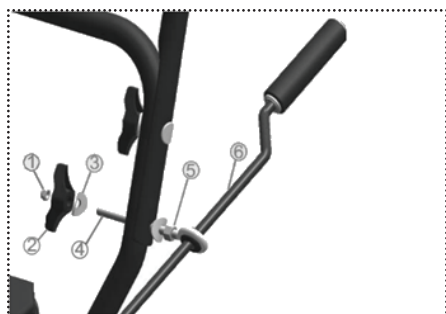

Рис. 5
Чтобы зафиксировать рычаг управления направлением желоба в отверстиях рукоятки, возьмите фиксирующую гайку (1) и пластиковую ручку (2), 2 изогнутые шайбы (3), болт (4) для установки рычага управления, гайку М8 (5) (рис. 5).